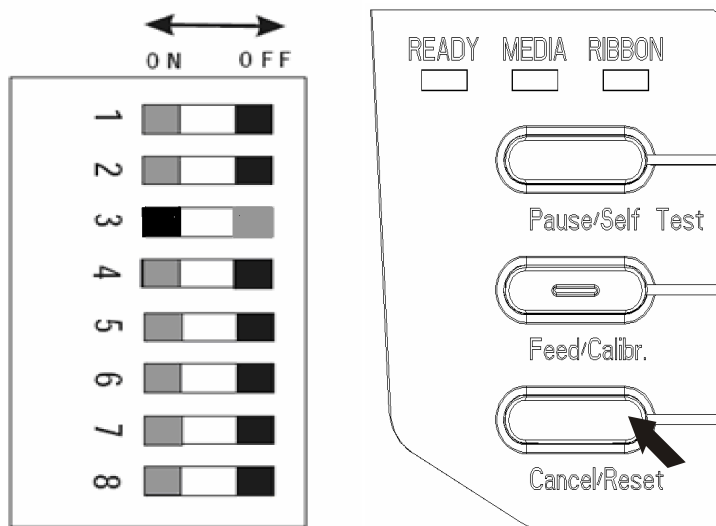

图 6-7
1. 将打印机后面 DIP 开关 3 拨到 ON 状态。(图 6-7)